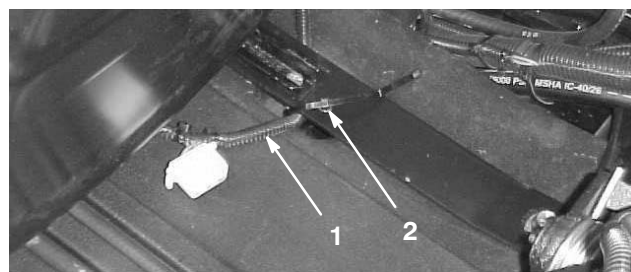

Figura 6
7. En el asiento estándar solamente, deslice el asiento todo lo posible hacia adelante, tire del cable a la derecha de manera que el conector sin utilizar esté colocado según muestra la Figura 6, y fije el cable del interruptor del asiento al último agujero de la pletina con un sujetacables (suministrado con el kit de asiento).